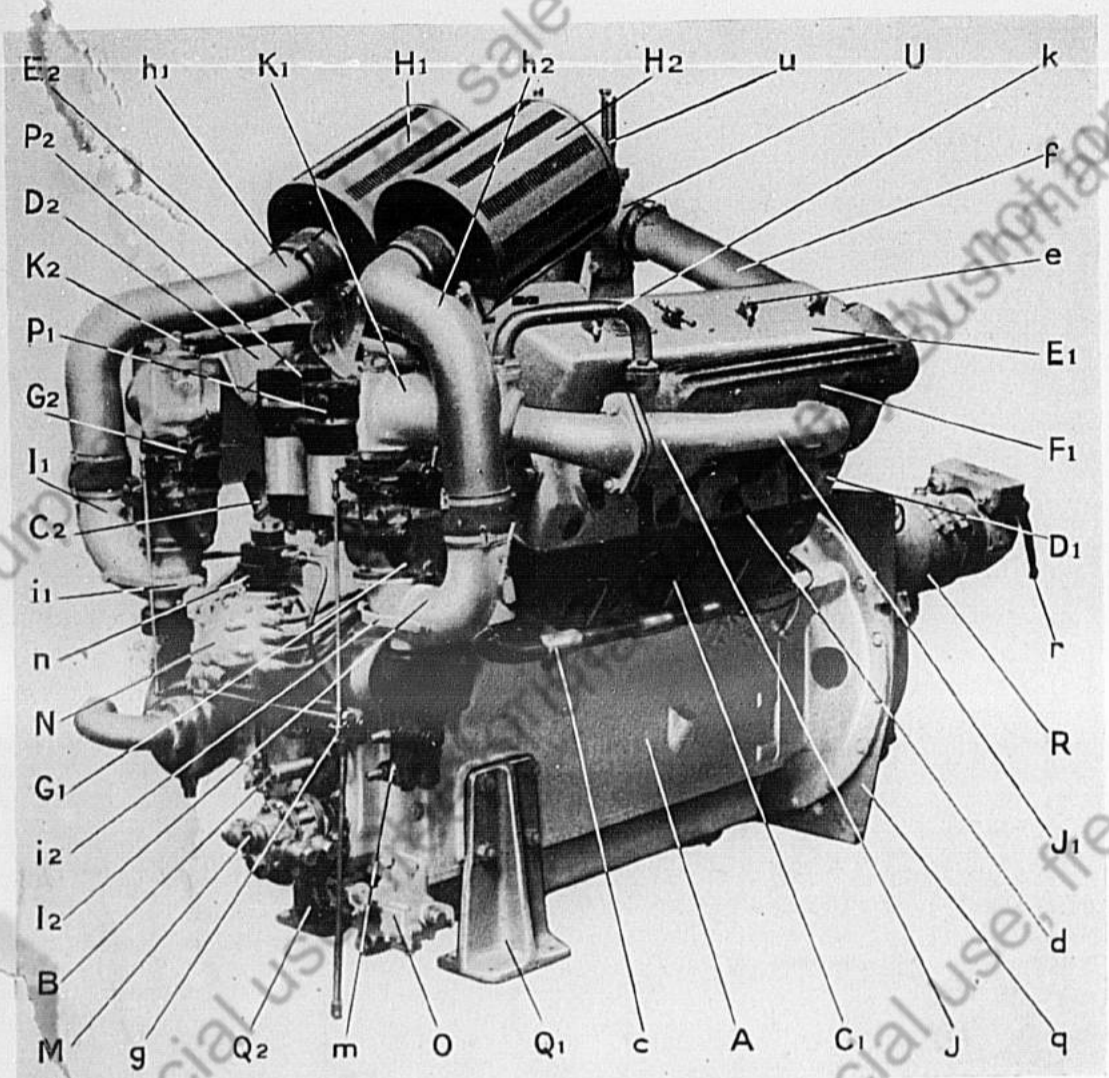

Bild 1. Motor. Vorderansicht und linke Seite.
Auf der Vorderseite des Motors befinden sich der Frischluftverteiler (N) zum Anlassen des Motors und die verschiedenen später beschriebenen Hilfsgeräte (Bild 1).